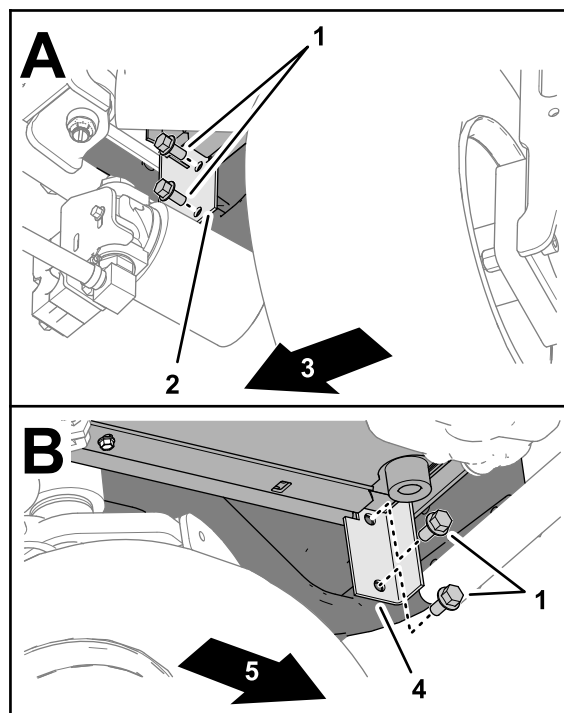

Bild 28
1. Montieren Sie an der vorderen, unteren Ecke des Kühlers die Kühlerhalterung lose am hinteren Rahmen der Maschine (**Bild 28**) mit den beiden Bundkopfschrauben ($\frac{3}{8}'' \times \frac{3}{4}''$), die Sie in Ausbau des Kühlers aus der Maschine \(Seite 10\) entfernt haben.
2. Montieren Sie auf der anderen Seite der Maschine die Kühlerhalterung lose am hinteren Rahmen (**Bild 28**) mit den beiden Bundkopfschrauben ($\frac{3}{8}'' \times \frac{3}{4}''$).